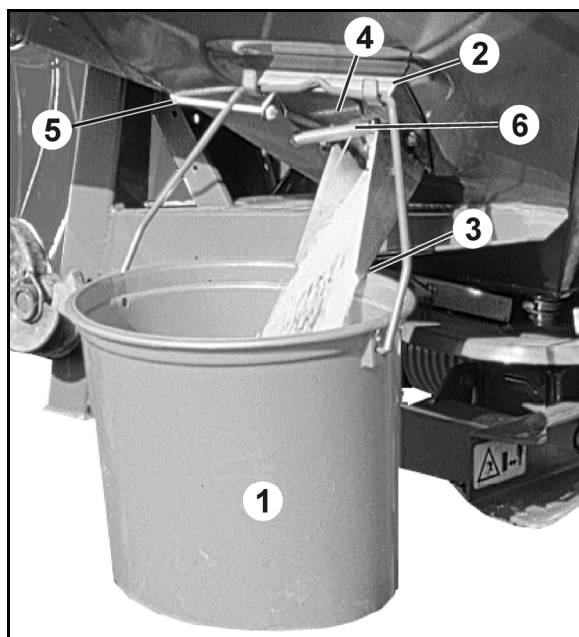

Рис. 64
1. Подвесьте приёмную ёмкость (Рис. 64/1) с помощью скобы на держатель (Рис. 64/2). Приемная ёмкость должна зафиксироваться в зажимном устройстве (Рис. 64/3).
2. Полностью откройте боковую заслонку (Рис. 64/4) выпускного жёлоба примерно на 5 с помощью троса (Рис. 64/5) (для обеспечения равномерного потока удобрения). Собранное при этом количество удобрения высыпьте назад в бункер распределителя.
5. Точно пройдите контрольный участок от начальной до конечной точки с соблюдением полевых условий, т. е. двигайтесь точно с предусмотренной, постоянной рабочей скоростью. При этом полностью откройте боковую заслонку (Рис. 64/4) выпускного жёлоба с помощью троса (Рис. 64/5) точно в точке начала измерения (до упора) и закройте в конечной точке (при отпускании троса пружина (Рис. 64/6) приводит боковую заслонку в закрытое положение.